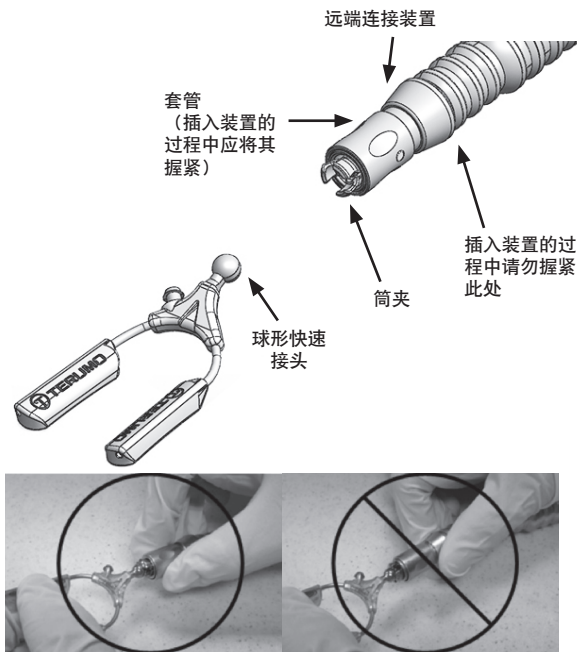

图 5 - 将附属装置添加到 Hercules™ 360 通用稳定器臂
- b. 连接 Terumo 球形快速接头装置，握住 Hercules 通用稳定器臂的套管，将本装置的连接球压入 Hercules 通用稳定器臂的筒夹中（见图 5）。检查连接是否稳固。